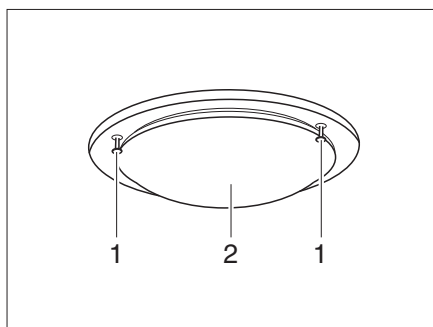

Fig. 174 Plafonnier
- Dévisser les vis (Fig. 174,1) et retirer avec précaution le couvercle en verre (Fig. 174,2).